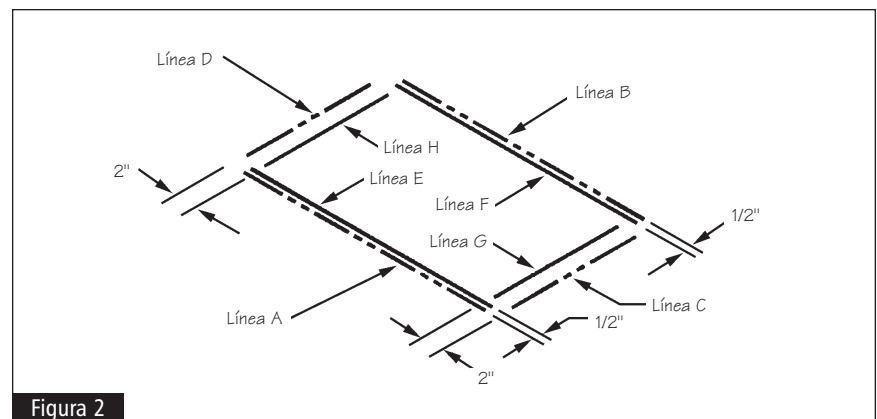

Figura 2
- 2** Retire el gabinete de base de la península. Usando las líneas A y B que dibujó en el paso 1, marque otras dos líneas a 1/2" hacia el interior de las primeras. Usando las líneas C y D que dibujó en el paso 1, marque otras dos líneas a 2" hacia el interior de dichas líneas. Vea la figura 2.